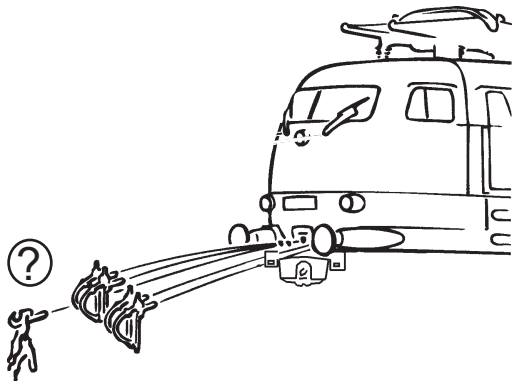

Fig. 3
**Mehrzugbetrieb:** Zuerst Lokgehäuse abnehmen (Fig. 3). Danach den Brückenstecker aus der Schnittstelle entfernen (diesen sorgsam aufbewahren). Danach den Stecker des Decoders lagegerecht einsetzen (siehe Fig. 5).
**2. Schmierung:** Versehen Sie die im Schmierplan in Fig. 8 gekennzeichneten Stellen mit nur **kleinen Öltropfen**. Dazu zuerst das Lokgehäuse abnehmen (Fig. 3). Wir empfehlen den ROCO **Öler Art.-Nr. 10906**. Fürs Schmieren der Getriebeteile (Zahnräder, Schnecke) empfehlen wir das **ROCO-Spezialfett Art.-Nr. 10905**. Im Falle der Schmierung diese Teile **nicht ölen**.
**4. Kohlebürstenwechsel:** Lokgehäuse abnehmen (Fig. 3). Danach wird der Motor ausgebaut und die Kohlebürsten ausgewechselt (Fig. 10).
**2. Lubrication:** Apply **tiny oil drops** to spots marked in fig. 8. Prior to lubrication dismantle locomotive (fig. 3). We recommend using item no. **10906, ROCO oiler**. For lubrication the gearparts (e.g. cogwheels, worm) we would recommend our ROCO **special grease** (item no. **10905**).
**4. Carbon Brush Changing:** First remove loco body (fig. 3), and then the motor (fig. 10).
**2. Graissage:** N'appliquez **qu'une toute petite goutte** aux endroits indiqués par le plan de graissage (fig. 8) après avoir démonté la caisse de la locomotive (fig. 3). Nous vous recommandons **le graisseur à huile ROCO réf. 10906**. Pour graisser les engrenages (roues dentées, vis sans fin) nous vous conseillons la **graisse spéciale ROCO réf. 10905** pour engrenages en matières synthétiques. Lorsque vous utilisez cette graisse il faut éviter d'huiler ces composants.
**4. Remplacement des balais du moteur:** Démontez la caisse (voir fig. 3). Démontez ensuite le moteur et échangez le balais (fig. 10).
see } Fig.3
voir } Fig.3